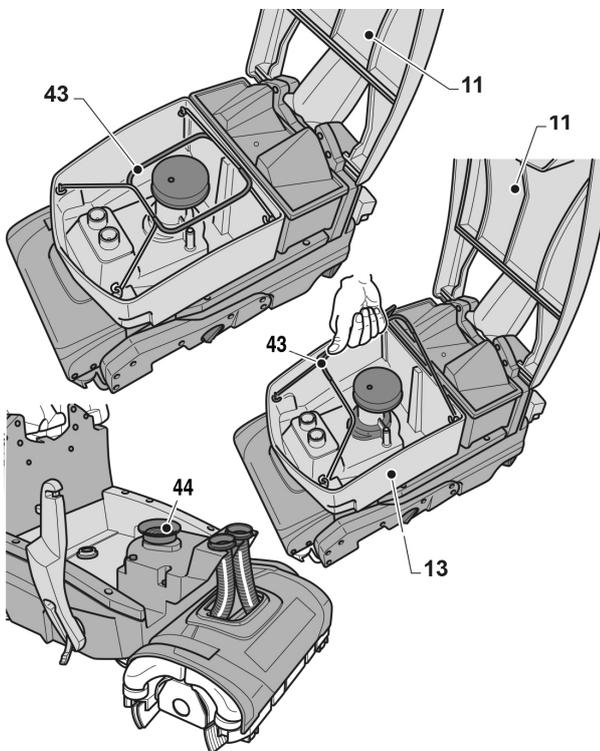

Abb. 21: Entsorgung des Schmutzwassers
Nach dem Arbeitsdurchgang oder wenn der Schmutzwassertank (Pos. 13, Abb. 21) voll ist, muss er auf folgende Art geleert werden:
Schritt 1: Heben Sie den Deckel (Pos. 11, Abb. 21).
Schritt 2: Entnehmen Sie den Tank (Pos. 13, Abb. 21) aus der Maschine, indem Sie ihn an den Griffen anheben (Pos. 43, Abb. 21).
Schritt 4: Reinigen Sie die Muffe (Pos. 44, Abb. 21) mit einem feuchten Tuch.
Schritt 5: Reinigen Sie der Tank innen und setzen Sie diesen wieder in die Maschine ein; achten Sie darauf, die Griffe (Pos. 43, Abb. 21) so wegzuziehen, wie auf der Abbildung dargestellt.
### Reinigung des Schmutzwassertanks (Abb. 21)